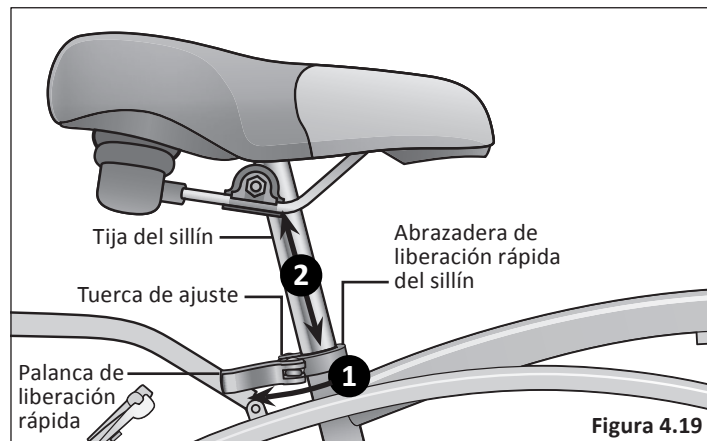

Figura 4.19
- ❶ Desbloquee la palanca de liberación rápida. **Figura 4.19**
- ❷ Ajuste la altura del sillín hacia arriba o abajo hasta que el ciclista sienta que tiene el control de la bicicleta y esté cómodo.